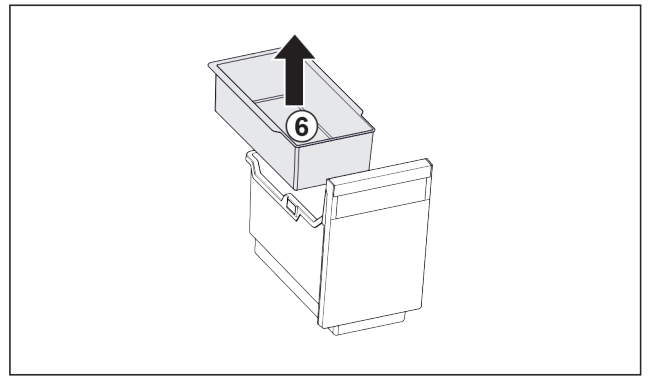

Fig. 101
- ▶ Retirer le Fig. 101 (6) balconnet pour glaçons.